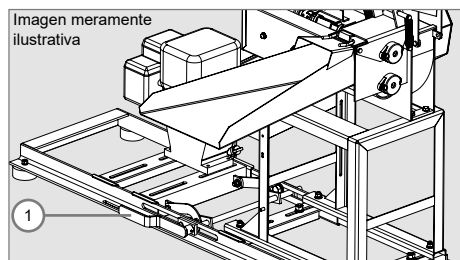

Figura 8
- ✓ En la posición de alivio, encienda el motor y, una vez que el motor eléctrico o a gasolina alcance su rotación máxima, empuje la palanca (1) del tensor de correa en el sentido indicado en la Figura 8.